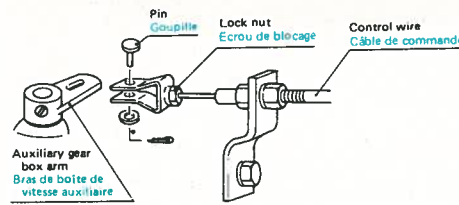
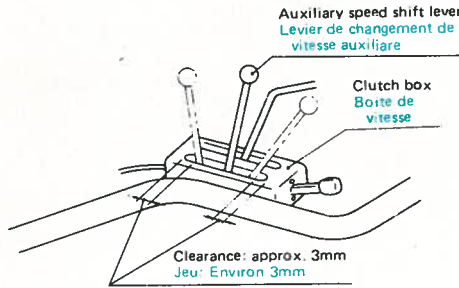

Fig. 5-4
Fig. 5-5
- (1) Remove the belt cover.
- (2) Remove a pin which connects the auxiliary gear box arm and the control wire. (Fig. 5-4)
- (3) Turn the auxiliary gear box arm to confirm the gears are surely engaged in HIGH or LOW, that is, a steel ball seats in the groove of shifter stay.
- (4) Adjust the clearance between the guide end and the lever on both HIGH and LOW sides to be approx. 3 mm with the wire adjuster. (Fig. 5-5)
- (1) Déposer le protecteur de courroie.
- (2) Déposer la goupille qui relie le bras de boîte de vitesse auxiliaire et le câble de commande. (Fig. 5-4)
- (3) Tourner le bras de boîte de vitesse auxiliaire pour s'assurer que les vitesses HIGH ou LOW sont convenablement engagées, c'est-à-dire que la boule d'acier se loge dans la rainure du changement.
- (4) Régler à environ 3 mm le jeu entre l'extrémité du guide et le levier, tant pour HIGH que pour LOW, en se servant du dispositif de réglage. (Fig. 5-5)